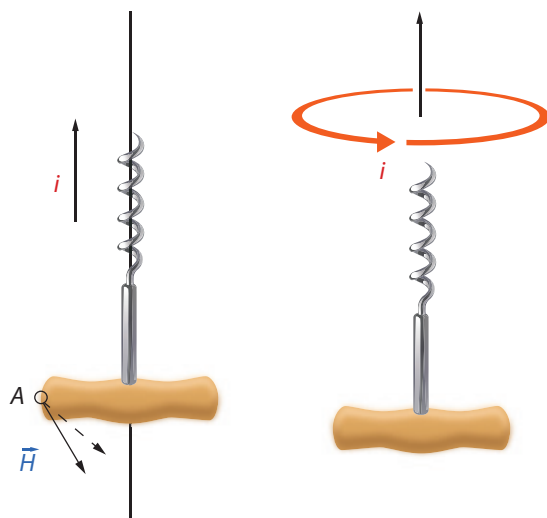

Figura 119 - Regra do saca-rolhas
- a) condutor retilíneo** (figura 119 à esquerda): o saca-rolhas avança no sentido da corrente (i) e com a ponta do cabo em um ponto A. O sentido de rotação do cabo é o sentido das linhas de força do campo magnético (\vec{H}) no ponto A;
- b) condutor curvo** (figura 119 à direita): o saca-rolhas gira no sentido da corrente (i). Ele avança no sentido das linhas de indução magnética do campo magnético.